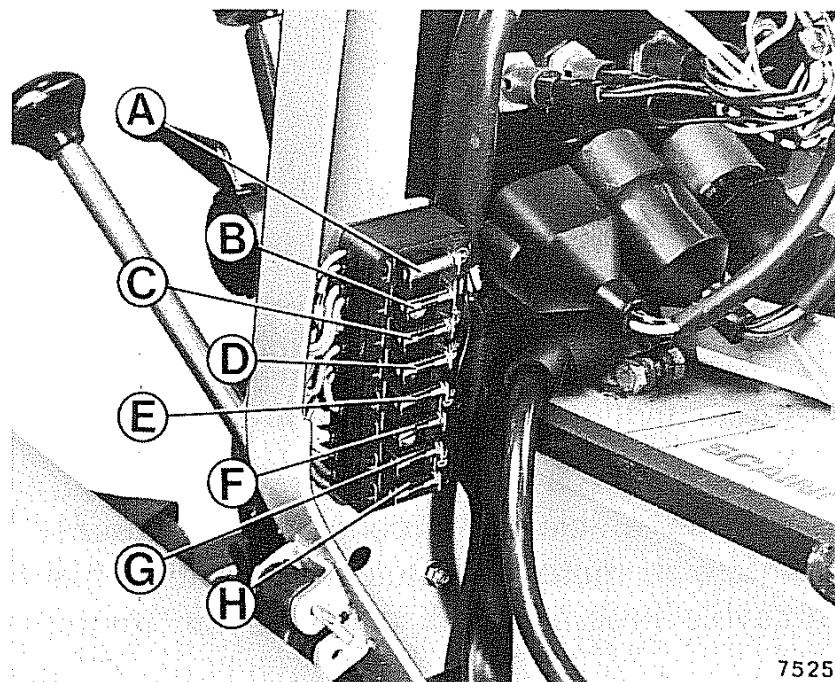

Fig. 14 - Valvole fusibili
Le valvole fusibili, per la protezione dell'impianto elettrico sono racchiuse in una apposita scatola portafusibili posta dietro il cruscotto, aprendo il cofano motore della motoagricola. La suddetta scatola contiene 8 fusibili disposti come in fig. 14.
**N.B. -** La eventuale sostituzione di valvole fuse, deve essere fatta impiegando valvole di 8 Ampère (15 Ampère solo per il fusibile **A**, fig. 14).